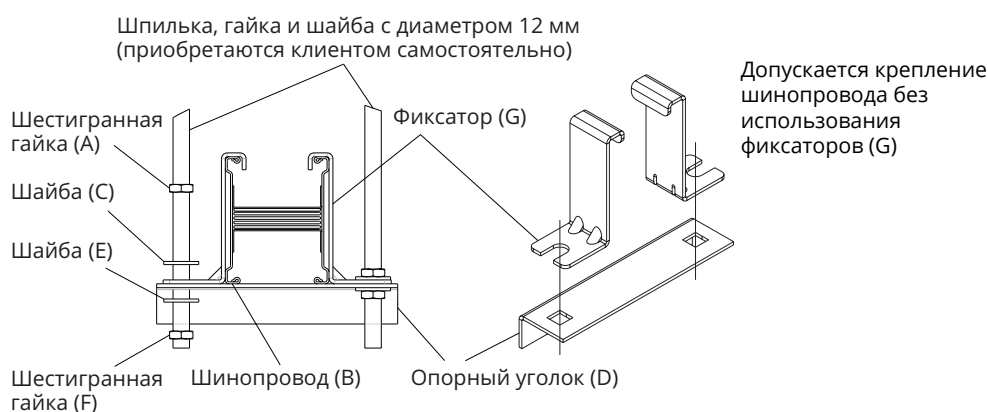

Рис. 5. Установка горизонтального крепления шинопровода на плоскость
1. Установите одну шестигранную гайку на каждую (12 мм) шпильку (в комплект поставки не входит) на высоте, превышающей требуемую высоту установки шинопровода (рис. 5, А).
2. Поднимите шинопровод на необходимую высоту (рис. 5, В).
3. Поместите шайбу (в комплект поставки не входит) на шпильку (рис. 5, С).
4. Поместите уголок крепления под шинопровод так, чтобы шинопровод был отцентрирован относительно опорного уголка (рис. 5, D).
5. Зафиксируйте уголок при помощи шайбы и шестигранной гайки на каждой шпильке (рис. 5, Е и F).
6. Поместите фиксаторы по обеим сторонам шинопровода на держателе каждой шпильки (рис. 5, G).